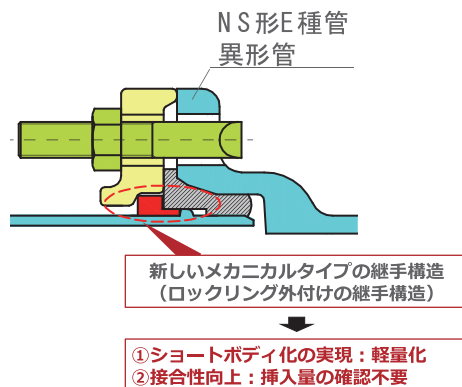

図 2 NS 形 E 種管 異形管の特長
新しいメカニカルタイプの継手構造により、①ショートボディ化による軽量化、②接合性向上 (挿入量の確認不要) を実現した (図 2)。